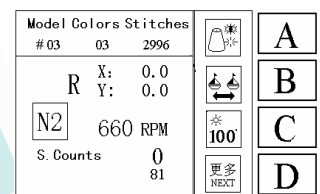
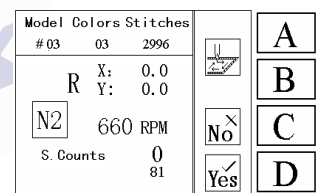
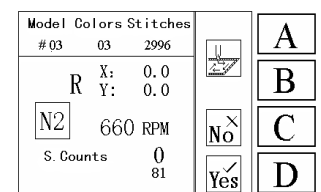

Fig. 7.4.1
Fig. 7.4.2
Fig. 7.4.3
2. Na Fig.7.4.1, pressione a tecla  uma vez para mostrar a Fig.7.4.2
3. Na Fig.7.4.2, pressione a tecla  uma vez para mostrar a Fig.7.4.3. Ao mesmo tempo será criado o alcance automaticamente para bordar o Desenho N° 99.
4. Na Fig. 7.4.3, pressione a tecla  uma vez. O quadro se moverá ao longo do lado de fora do desenho. Após terminar retorne à etapa 3 (Fig.7.4.2).
Pressione a tecla  e retorne à tela da etapa 3 (Fig.7.4.2).